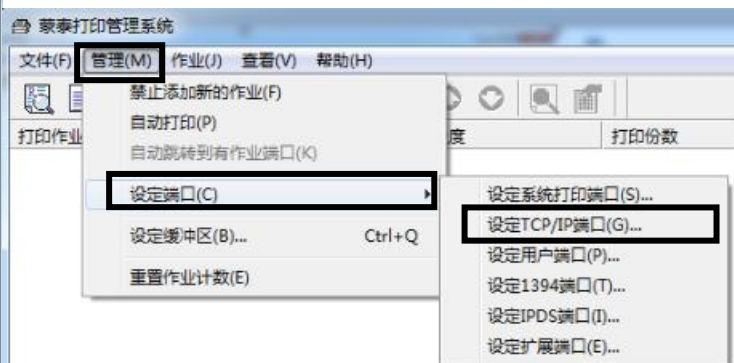

图 2.11 设定 TCP/IP 端口
1、双击打开 MainTop5.3 文件夹，找到 MON 文件夹双击打开，找到 mt_mon.exe 文件双击打开进入蒙泰打印管理系统。在左上角选择管理→设定端口→设定 TCP/IP 端口（如图 2.11）。